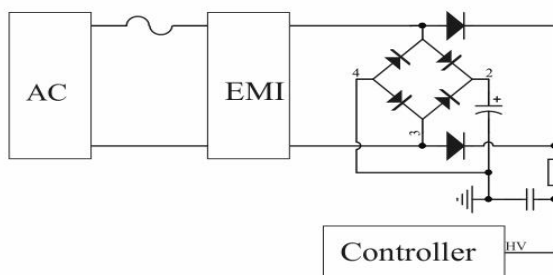

图 1 高压启动电路
DK8036 包含多功能高压 (HV) 引脚。为达到快速启动，内部集成了高压启动电路，可以快速启动电源同时能够有效降低待机功耗，如图 1 所示，能够快速准确监测输入电压，在输入掉电后，